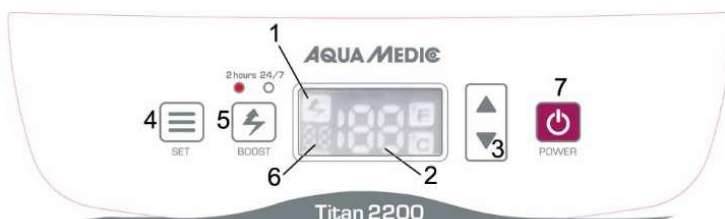

Abb. 1: Display Titan 200 – 2200
**Programmierung:** Im Grundzustand zeigt die Anzeige die aktuelle Temperatur und den Sollwert an. Zum Ausschalten die Power Taste (Abb. 1, Nr. 7) gedrückt halten, bis die Anzeige erlischt.
**Boost Funktion:** Durch Drücken der BOOST Taste (Abb. 1, Nr. 5) wird die Lüfterleistung gesteigert. Dadurch ist der Kühler in der Lage, die Wärme schneller abzuführen, er wird aber gleichzeitig lauter. Die Boost Funktion kann nur für zwei Stunden (LED unter 2 hours leuchtet) oder dauerhaft (LED unter 24/7 leuchtet) zugeschaltet werden.